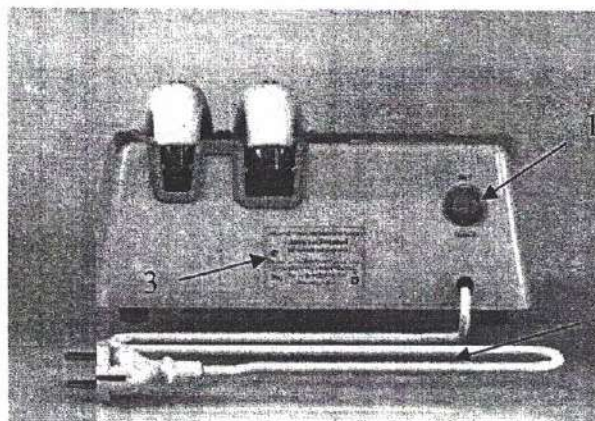

**Рисунок 4 Электронный блок (вид сзади)**
- Сетевой выключатель (Рис.4 поз.1);
- Сетевой кабель (Рис.4 поз.2);
- Шильдик(Рис.4 поз.3).